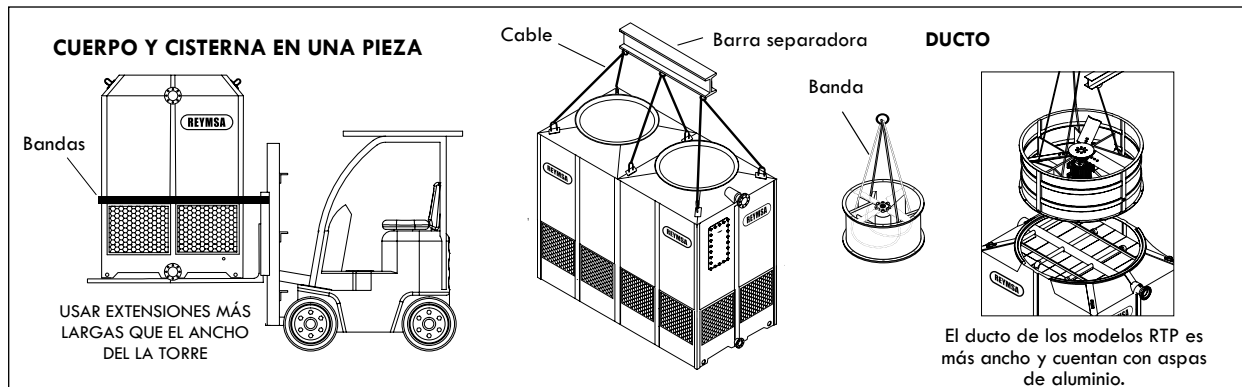

Figura A-42: Levantamiento con montacargas y grúa de una torre de cuatro ventiladores (RTU)
- B. Al asegurarse que el equipo se encuentra en condiciones apropiadas, se procede a descargarlo del transporte pieza por pieza, utilizando una grúa o montacargas de la capacidad adecuada (ver Figura A-42 como ejemplo).
- D. Para la descarga con grúa se recomienda un ángulo de levantamiento de al menos 60° entre la banda y la horizontal. Las torres de cuatro ventiladores vienen equipadas con argollas de izar en cada esquina en la parte superior para el levantamiento con grúa. Coloque las bandas a través de las argollas de izar (como se muestra en la Figura A-42). No balancee hasta tensar las bandas.